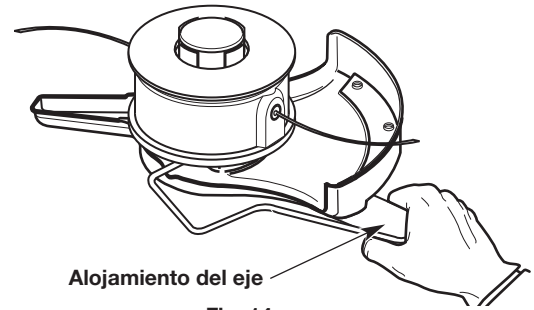

Fig. 14
4. Mantenga la varilla de seguridad en su lugar sujetando el otro extremo contra el alojamiento del eje (Fig. 14).
3. Mantenga la varilla de seguridad en su lugar sujetando el otro extremo contra el alojamiento del eje (Fig. 14).